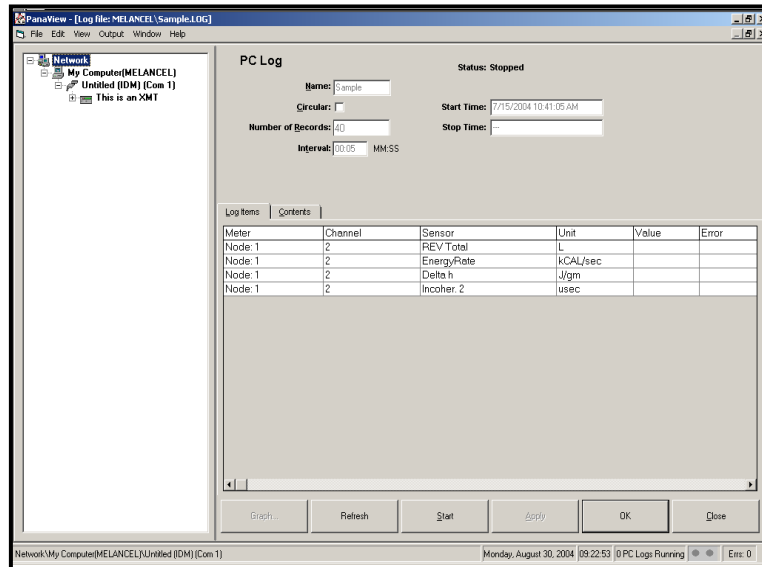

Figure 18: La fenêtre du journal du PC
6. Dans la fenêtre résultante du *journal PC* illustrée à la Figure 18, placez une coche dans la zone de texte pour créer un journal circulaire, ou laissez cette case vide pour créer un journal linéaire.
7. Entrez un *intervalle* d'échantillonnage dans la zone de texte illustrée à la Figure 18.